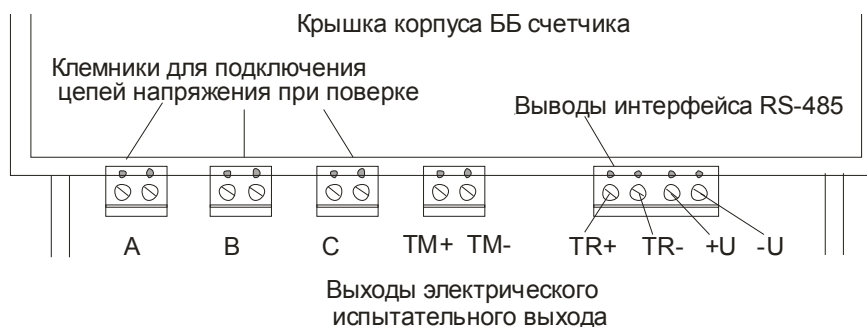

Рисунок 1
2.8.3.12 Служебный интерфейс RS-485 имеет гальваническую развязку от питающей сети. Развязка осуществляется оптронами с электрической прочностью изоляции 4 кВ. Питание приемопередатчика интерфейса осуществляется от внешнего источника питания напряжением от +5 до +15 В. Скорость обмена по служебному интерфейсу RS-485 установлена 4800 Бод. Служебный интерфейс позволяет установить параметры счетчика при конфигурировании при помощи МТ с использованием программы Setting_Steb_PDR, либо при помощи ППД (синхронизировать время, установить номера ДДМ и тарифное расписание), а также считать журналы. Выводы интерфейса находятся на плате клеммников (см рисунок 1).
2.8.3.13 На плате клеммников расположены клеммники, на которые выведен выход электрического испытательного выхода (ТМ+, ТМ-) и клеммники для подключения цепей напряжения, используемые только при проведении поверки. (см. рисунок 1). Контакты клеммников для подключения цепей напряжения попарно соединены.